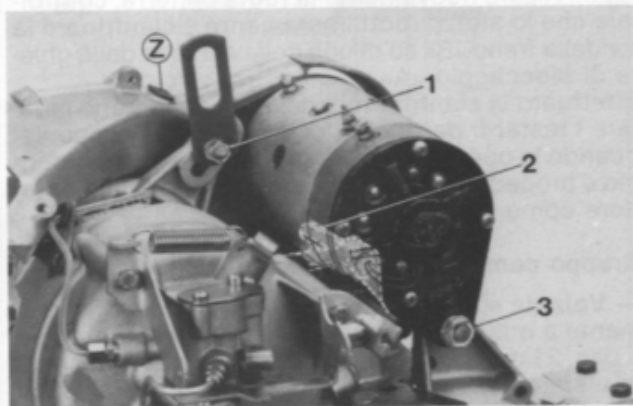

Fig. 103
(\*) - Per le sequenze di bloccaggio vedere a pag. 53 fig. 103.
**Fig. 103 - Dinamotore** - Il montaggio del dinamotore sul gruppo motore si effettua come segue: posizionare il dinamotore ancorandolo al carter con i relativi bulloni senza bloccarli, effettuare la regolazione della cinghia spostando il dinamotore verso la